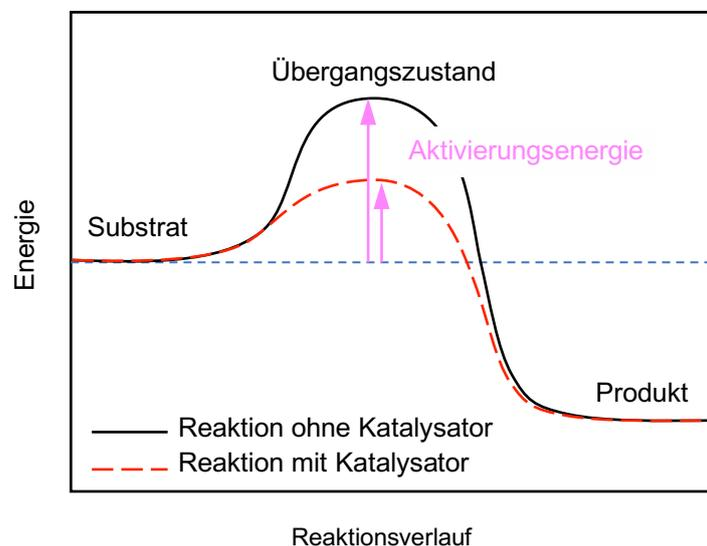

Abb. 1: Verringerung der Aktivierungsenergie durch einen Katalysator zur Erreichung eines Übergangszustands.
**Katalysatoren beeinflussen die Geschwindigkeit einer Reaktion, indem sie die Aktivierungsenergie der zu reagierenden Teilchen herabsetzen (Abb. 1).** Als Aktivierungsenergie bezeichnet man die Energie, die eingesetzt werden muss, um einen energetisch höhergelegenen **Übergangszustand** zu erreichen, damit überhaupt eine Reaktion stattfindet.